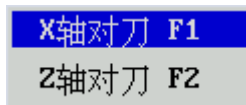

图 4.1.4 选择对刀轴
- (4) 按 **F5** 键，弹出如图 4.1.4 所示对话框，用 ▲、▼ 移动蓝色亮条选择 X 轴对刀；
- (6) 输入试切后工件的直径值(直径编程)或半径值(半径编程)，系统将自动设置所选坐标系下的 X 轴零点偏置值；
(7) 选择一把已设置好刀具参数的刀具试切工件端面，然后沿着 X 轴方向退刀；
(8) 按 **F5** 键，弹出如图 4.1.4 所示对话框，选择 Z 轴对刀；